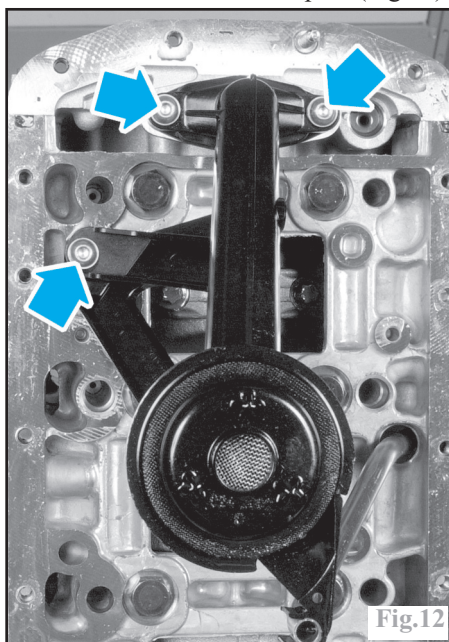

Fig.12
- les vis de fixation de la crépine (Fig.12).